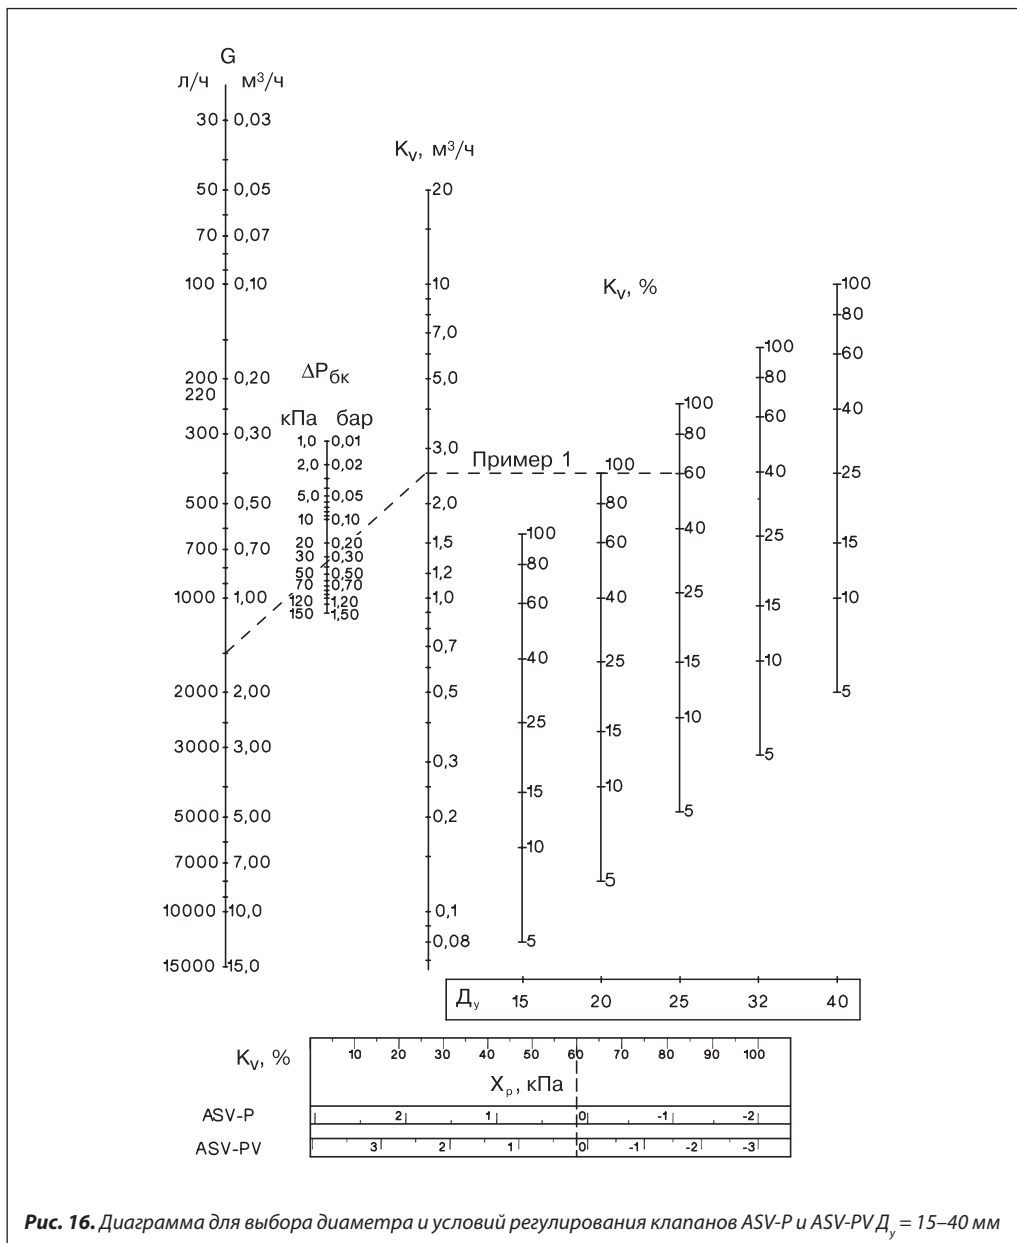

Рис. 16. Диаграмма для выбора диаметра и условий регулирования клапанов ASV-P и ASV-PV  $D_y = 15-40$  мм
6. Условия работы клапана определяются на диаграмме на рис. 16 (стр. 19). Для этого точка  $1,5 \text{ м}^3/\text{ч}$  на шкале расхода  $G$  соединяется линией с точкой  $0,36 \text{ бар}$  на шкале потерь давления в балансировочном клапане  $\Delta P_{\text{БК}}$ . Затем линия продлевается до шкалы  $K_v$ , где читается требуемая пропускная способность клапана ASV-PV, равная  $2,5 \text{ м}^3/\text{ч}$ . Далее от этого значения  $K_v$  проводится горизонтальная линия до пересечения с вертикальной шкалой значений  $K_v$  в % для клапана принятого диаметра  $D_y = 25 \text{ мм}$ , где степень его открытия составляет 60%. На шкале внизу диаграммы напротив величины  $K_v$  в % можно найти величину зоны пропорциональности  $X_p = 0,2 \text{ кПа}$  (0,002 бар) для выбранного клапана при заданных условиях работы.